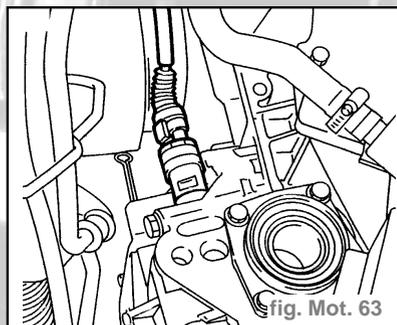

fig. Mot. 63
- Débrancher la connexion électrique du capteur tachymétrique pour compteur kilométrique (fig. Mot. 63).